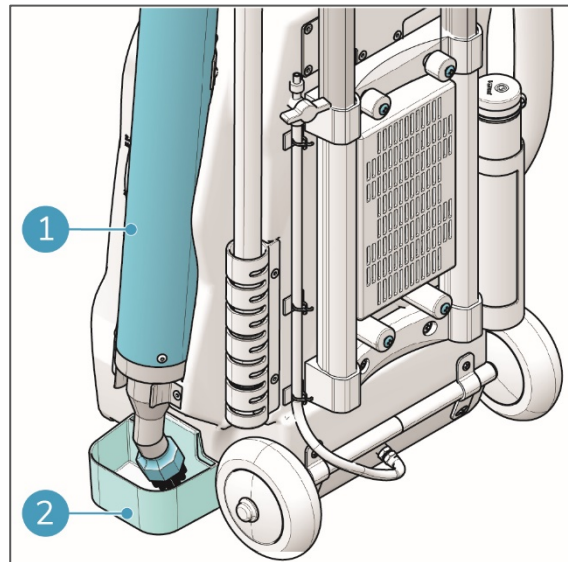

Abbildung 28
1. Stellen Sie sicher, dass die Tropfschale (Abb. 28, Pos. 2) am Gerät angebracht ist.
2. Stellen Sie sicher, dass sich die Dampfzange (Abb. 28, Pos. 1) in der Halterung befindet.
11. Reinigen Sie die Tropfschale (Abb. 28, Pos. 2).